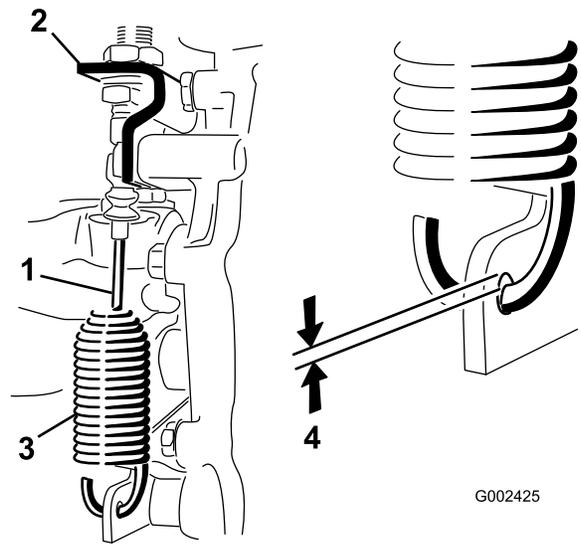

図 52
- デファレンシャルロック・ケーブルをトランスアクスルのブラケットに固定しているジャムナットをゆるめる (図 52)。